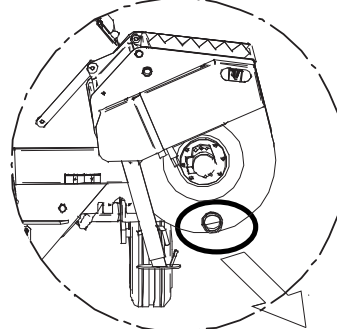

Abb. 11
- Den Mischkübel leeren: Den Verschluss öffnen (Abb. 11) oder den Inhalt in den Trichter gießen.